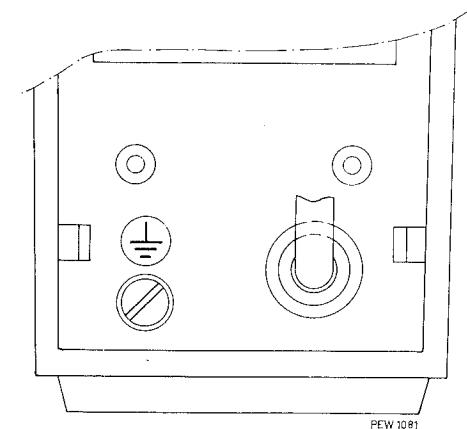

Fig. 2
- b. de aardschroef, gemerkt "⊕", aan de achterzijde van het apparaat (fig. 2).
- la vis de masse marquée "⊕" sur la face arrière de l'appareil (fig. 2).